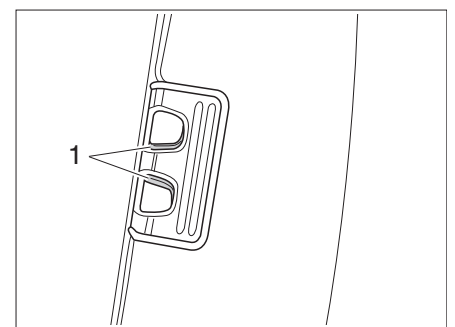

Figure 14 Dispositif occultant plissé, verrouillage
- Presser ensemble le verrouillage (Figure 14,1) et le soulever légèrement.